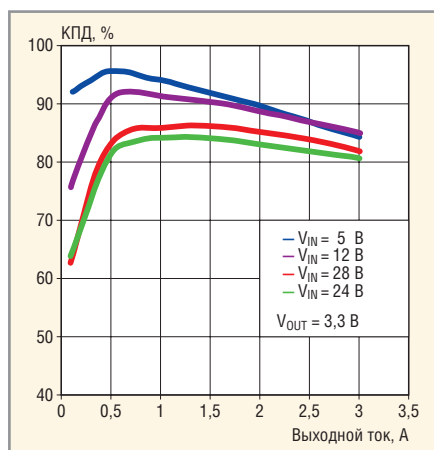

Рис. 3. Зависимость КПД преобразователя на основе MP2303A от выходного тока
- высокий КПД при максимальном выходном токе: – 85...95% (см. рис. 3);